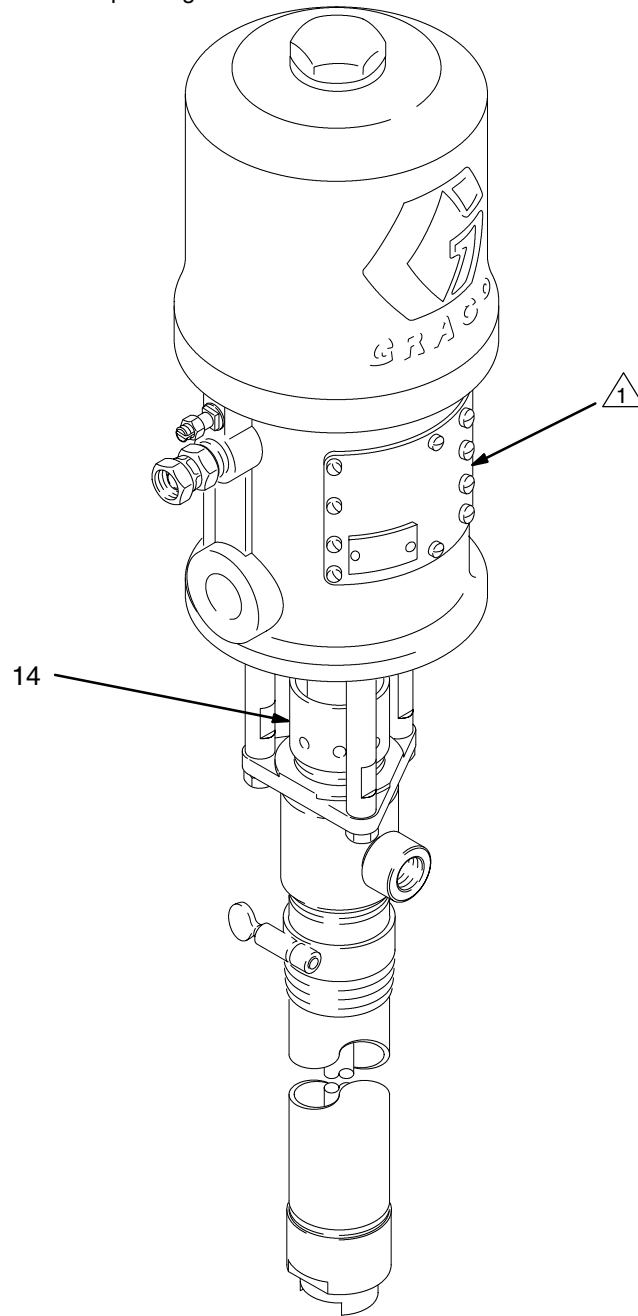

Fig. 2
Bevegelige deler kan klemme eller kutte av fingre eller andre kroppsdelene. Stempelet i luftmotoren (bak luftmotorplatene P) beveger seg når luften kommer inn i motoren, se fig. 2. Kjør derfor ALDRI pumpen mens luftmotorplatene (P) er tatt av.
Pakkmutteren (14) skal være fylt med Graco Throat Seal Liquid (TSL) eller et egnet løsemiddel som bidrar til å forlenge pakningens levetid. Justér pakkmutteren hver uke slik at den er akkurat fast nok til å hindre lekkasje – trekk ikke for hardt til. Se fig. 2. Følg alltid fremgangsmåten under **Trykkavlastning** på side 8 før pakkmutteren justeres.